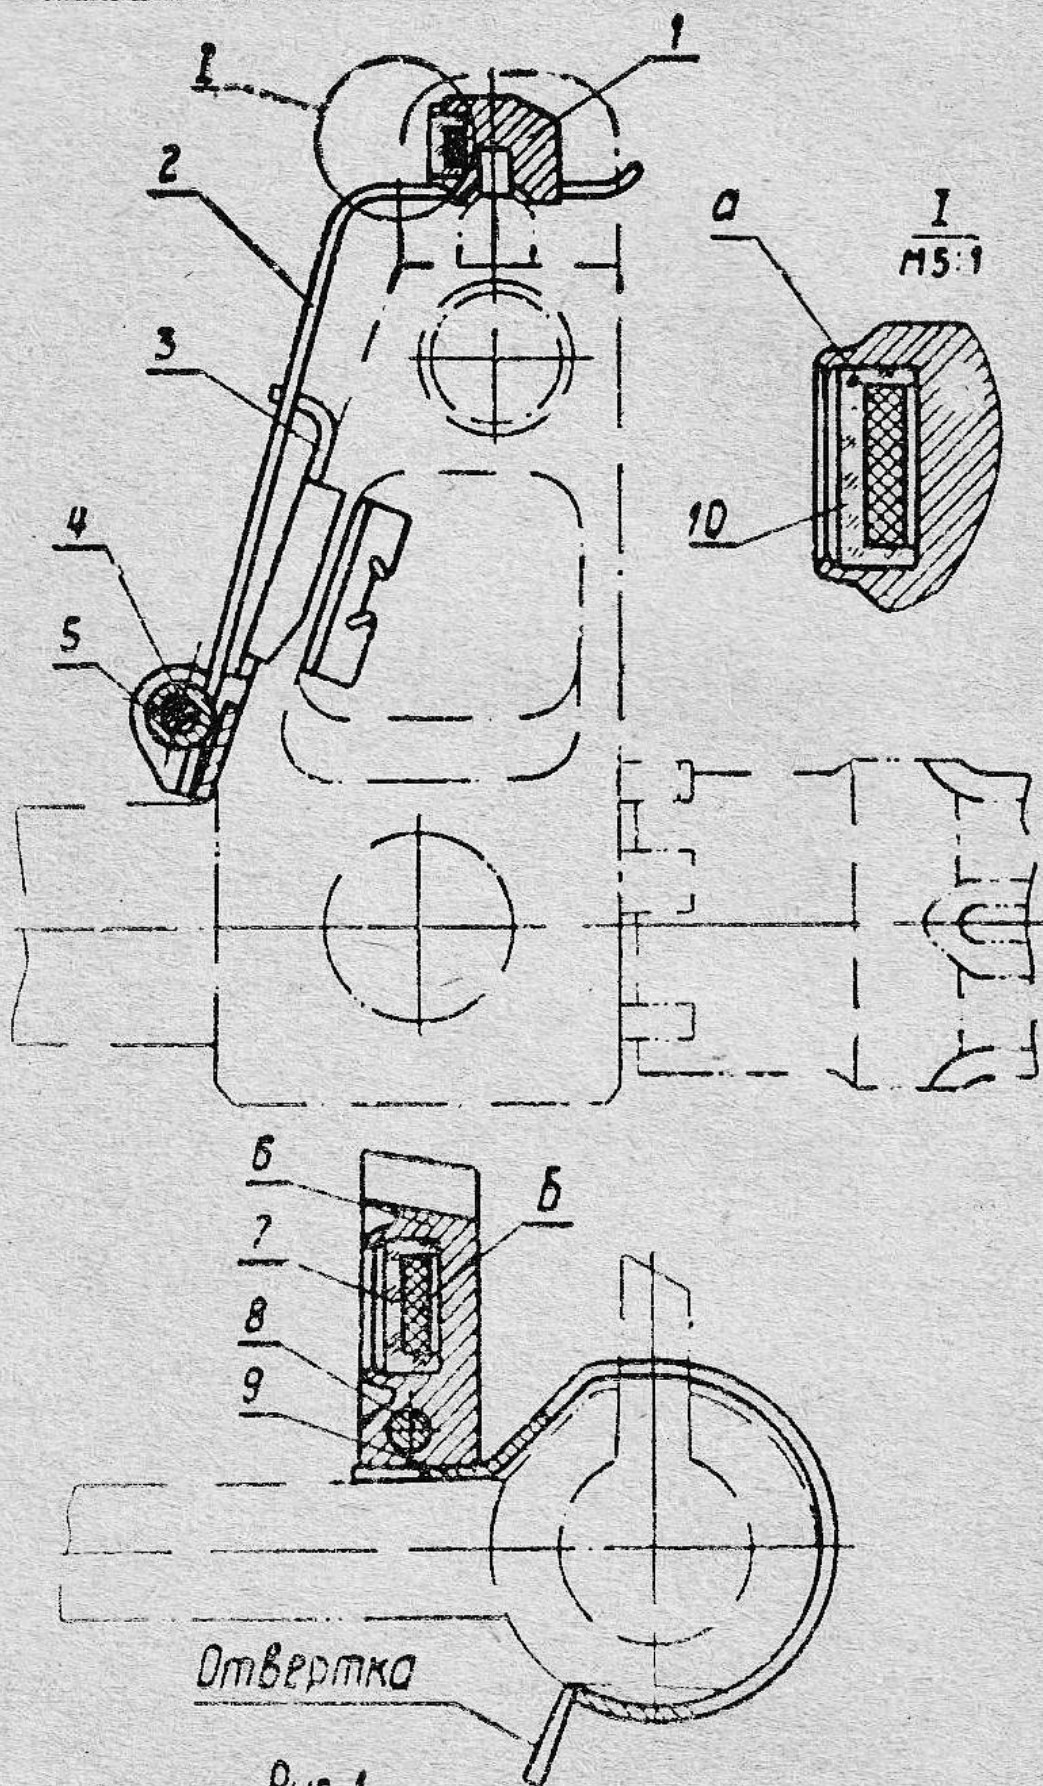

Рис. 1
Устройство приспособления и способ его крепления на оружие показаны на рис. 1 и 2, где детали обозначены следующими цифрами:
Боевое — для стрельбы ночью и в условиях ограниченной видимости, как показано на рис. 1.
Одновременно с этим переместить накидную мушку (1) по пружине (2) в верхнее положение до совмещения гнезда в накидной мушке со стержнем мушки оружия, после чего опустить конец пружины. Накидная мушка при этом под действием пружины опустится вниз и займёт положение, указанное на рис. 1.
Присоединить основание откидного целика к прицельной планке пулемета, для чего поставить откидной целик относительно основания в вертикальное положение (см. рис. 1).
При этом перо основания должно охватить цилиндрическую часть прицельной планки согласно рис. 1. Перевести откидной целик в походное положение.
Снять накидное приспособление с прицельной планки оружия, для этого необходимо откидной целик установить в боевое положение (см. рис. 1). Поставить прицельную планку в вертикальное положение и, зацепив отверткой за конец пера основания, как показано на рис.1, вывести основание из зацепления с прицельной планкой.